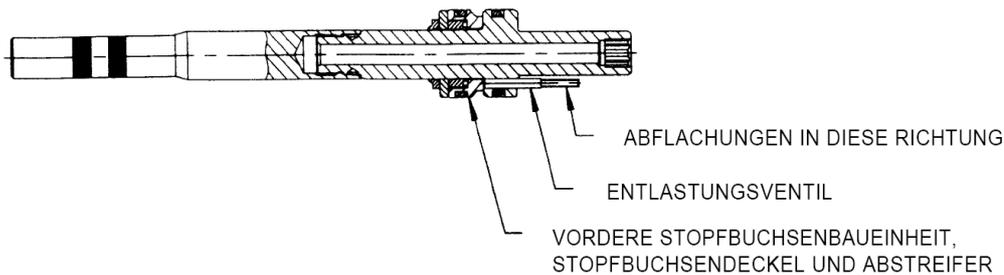

Abb. 9.2
2. Siehe *Abb. 9.2*: Das Kolbenmontagewerkzeug auf den Kolben aufschrauben. Den Innendurchmesser der POLY-SEAL-Dichtung und den Außendurchmesser des Kolbens und Kolbenmontagewerkzeugs schmieren. Mit gleichmäßigem Druck gegen den Stopfbuchsendeckel pressen, um die PRESSE vordere Stopfbuchsenbaueinheit über das Kolbenmontagewerkzeug und in den Kolben zu schieben. Den Abstreifer wie abgebildet auf den Kolben aufschieben. Das Entlastungsventil wie abgebildet in den Kolben einbauen.
3. Das Kolbeneinbauwerkzeug in den Zylinder einschrauben. Die Innenseiten des Werkzeugs und Zylinders leicht schmieren – siehe *Abb. 9.2*.